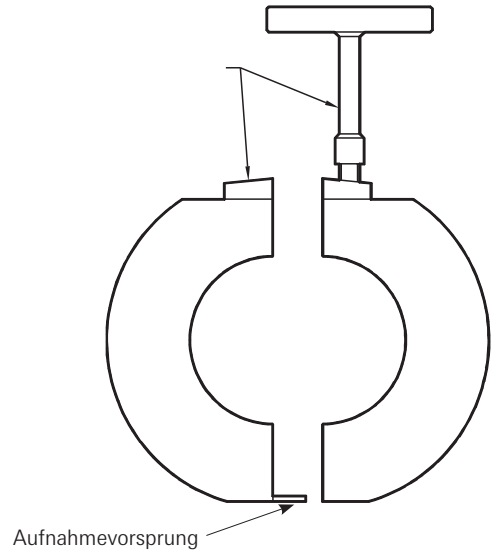

Abb. 2
- 5.2. Jede einzelne Kugelhälfte (2a) unter Benutzung eines T-Schlüssels herausheben, wobei die Hälfte ohne unteren Aufnahmever sprung (2c) zuerst herauszuheben und bei Wiedermontage zuerst wieder einzusetzen ist (s. Seite 6, Abb. 2).
6. Unteren Kugelsitz (21) ausbauen.